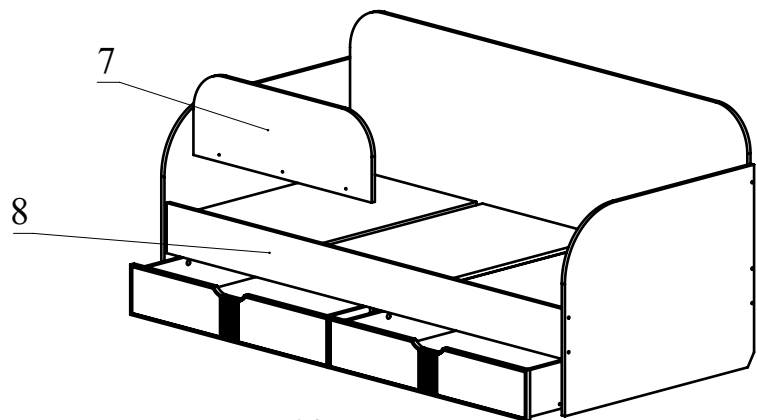

Рис.10
11. При необходимости установите борт. Соедините деталь 7 с деталью 8 при помощи шурупов 4х30 мм (Рис.10).